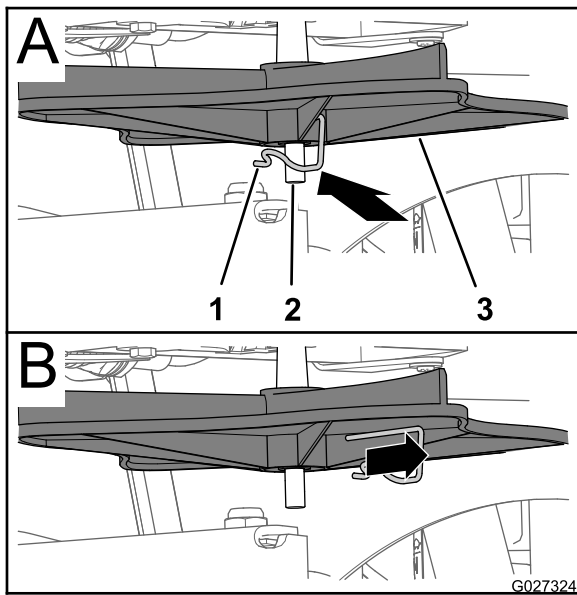
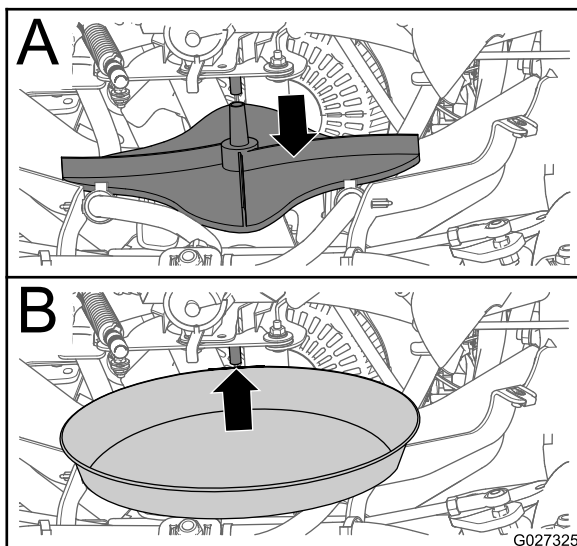

Figure 26
Figure 27
4. Retirez la goupille d'entraînement qui fixe la turbine à l'arbre du moteur de turbine et déposez la turbine de l'arbre (Figure 26 et Figure 27).
5. Placez un bac peu profond sous l'arbre du moteur de turbine (Figure 27).